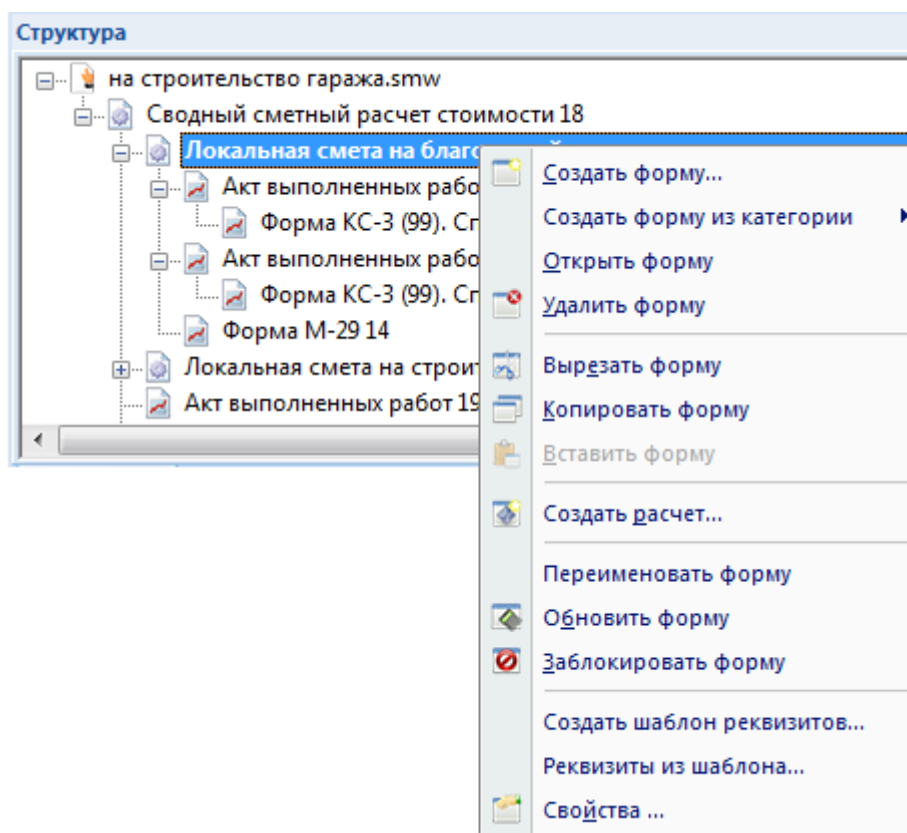

Рис. 1.28 Диалоговое окно Структура
2. Выполнить команду **Создать форму** контекстного меню (рис. 1.28);